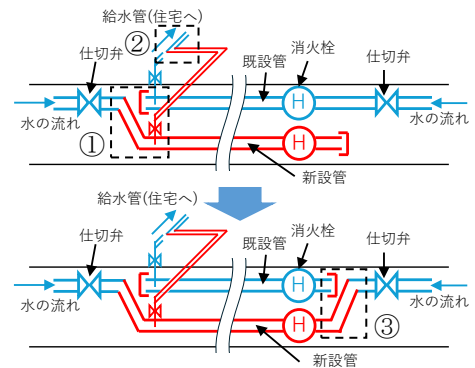

図2 切替作業の流れ
水道管の切替作業は、既設管内の水の流れを止め、既設管を切断後、前もって布設している新設管につなぐものである。切替作業は更新工事の中で大きく3回に分けて行われる。一例として切替作業の流れを図2に示す。切替作業は①～③の場所及び順番で進められる。①、③は水道本管の切替作業で仕切弁を操作、②は宅内配管(給水管)の切替作業で水道本管分岐部のサドル分水栓のバルブを操作することで水の流れを止めて切替作業を行う。断水範囲や水道管の口径は異なるが同様の作業となる。管を切断すると管内に残った水道水は外部に抜けその代わりに空気が入る。それが白濁現象の発生要因の一つと言われている。その為、切替終了後は通常の水道水の状態になるまで管内の水を排水し洗管作業を行う。